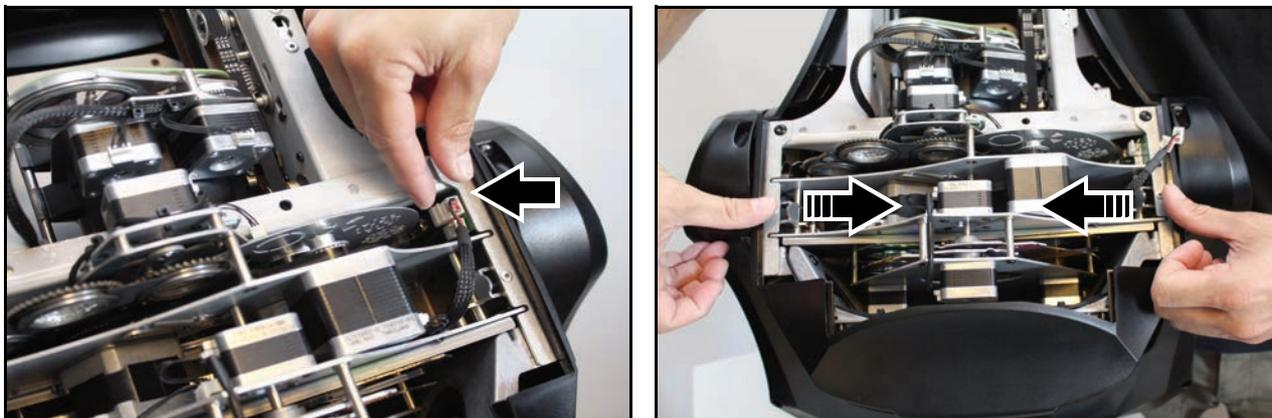

Bild 10: Lösen des Hauptmoduls
2. Siehe Bild 10. Lösen Sie die beiden Steckverbinder (Pfeil) an der rechten Seite des Kopfes. Drücken Sie beide Verriegelungen des Hauptmoduls nach innen.